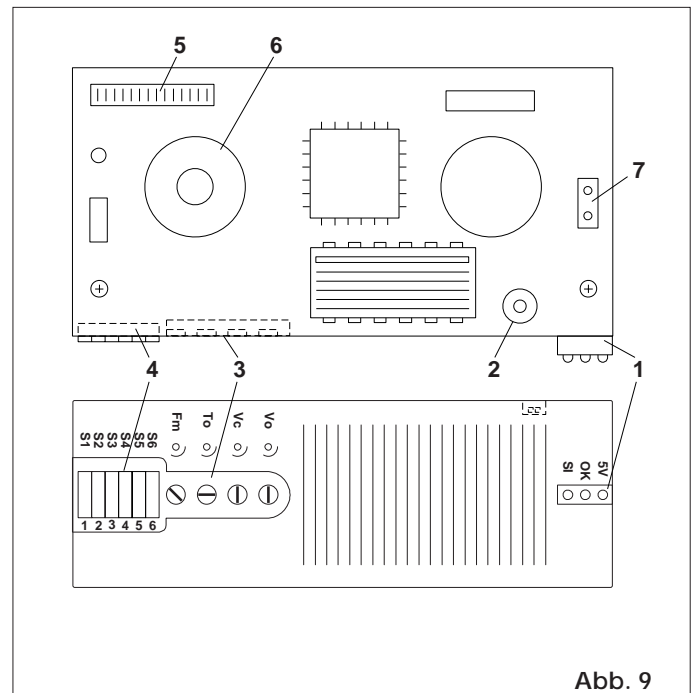

Abb. 9
- 7) Die LED 5V auf der Programmierereinheit muß aufleuchten (Abb. 9).
5.1 ÜBERSICHT UND BESCHREIBUNG (Abb. 9)
Die Trimmer (Abb. 9 - Pos. 3) auf der Programmierereinheit dienen zur Regelung folgender Parameter: